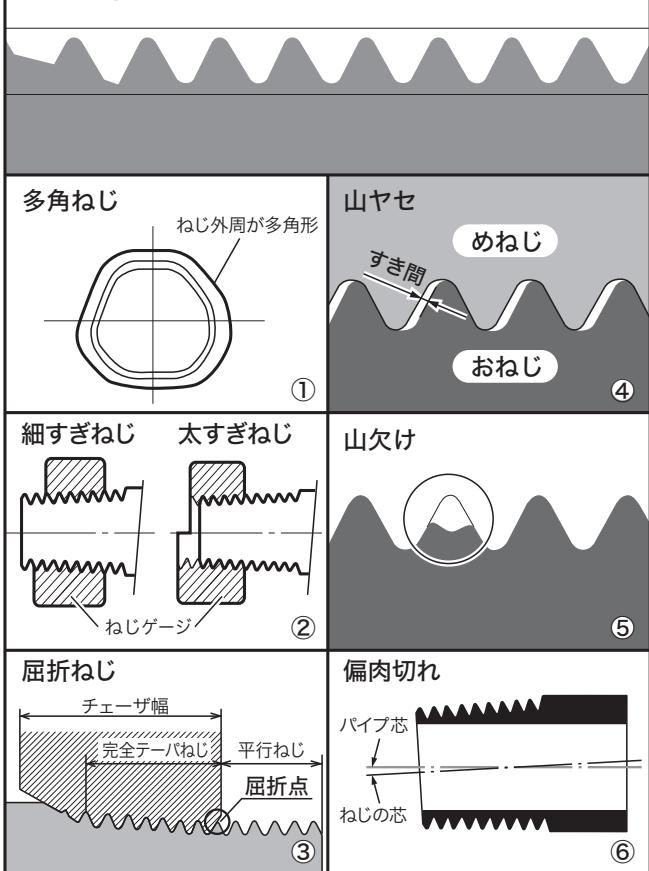

図 41
■悪いねじについて(図 41)
①多角ねじ(図 41- ①)
②ねじ径の細すぎ、太すぎ(図 41- ②)
③屈折ねじ(手動切上ダイヘッドの場合)(図 41- ③)
④切られたねじの山ヤセ(図 41- ④)
⑤切られたねじの山欠け(図 41- ⑤)
⑥パイプに対してのねじの偏肉切れ(図 41- ⑥)